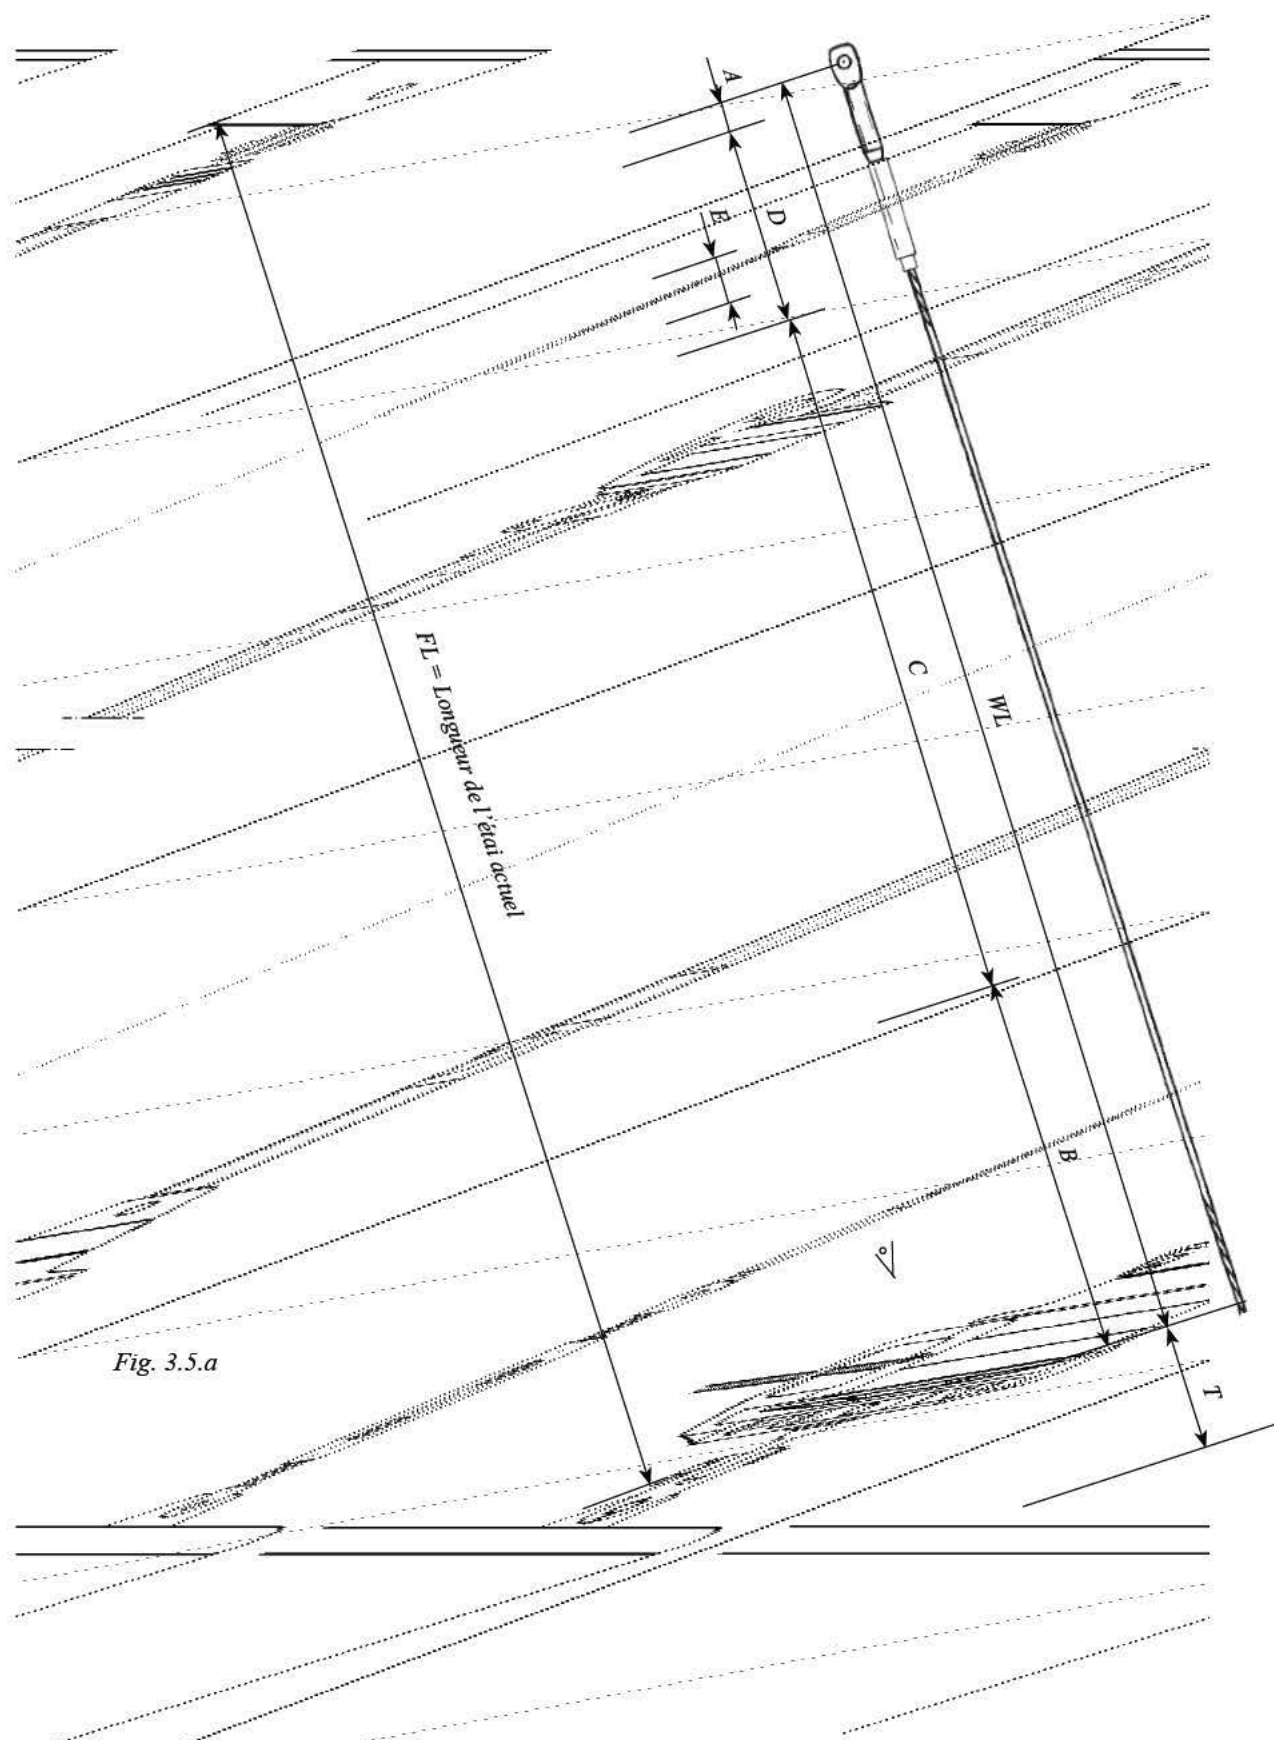

Fig. 3.5.a
16. Vérifier la longueur de l'étau FL selon "Tableau 1" (3.5.1) & Fig. 3.5.a. Si un ridoir Furlex est monté, le régler à mi-course. ("Réglage du ridoir", voir tableau 14.1.1.)